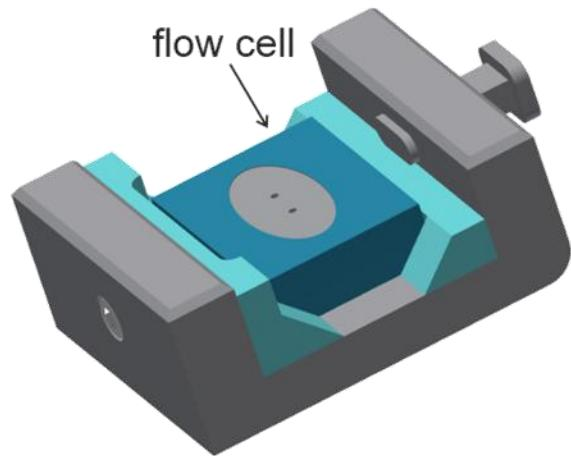

Рисунок 3. Магнитный держатель для проточной кюветы.
2. Очистите проточную кювету мягкой бумагой или салфетками, смоченными этанолом. Установите трубы на входе и выходе проточной кюветы. Закрепите проточную кювету с трубками в магнитном держателе (**Рисунок 3**).